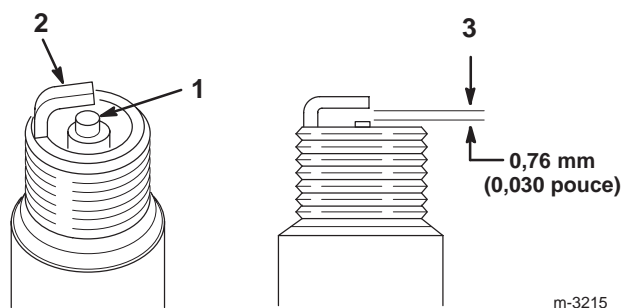

Figure 33
1. Inspectez le centre des bougies (Fig. 33). Si le bec de l'isolateur est recouvert d'un léger dépôt gris ou brun, le moteur fonctionne correctement. S'il est couvert d'un dépôt noir, c'est généralement signe que le filtre à air est encrassé.
2. Contrôlez l'écartement entre l'électrode centrale et l'électrode latérale (Fig. 33). Courbez l'électrode latérale (Fig. 33) si l'écartement est incorrect.